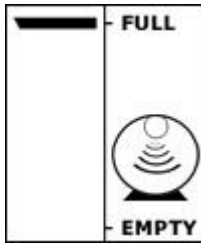

Fig 2
- 1) Dévisser l'émetteur vert de la jauge monté sur la citerne. Placer le récepteur dans une prise de courant\*, une barre horizontale apparaît au dessus de l'écran. Cela signifie que le récepteur est prêt à se synchroniser avec l'émetteur (voir fig. 2).